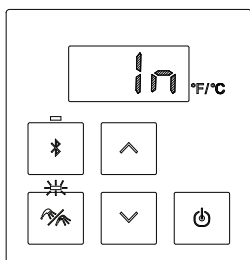

Fig. 4
1. El panel de control muestra 'In' (Interior) (Fig. 4).